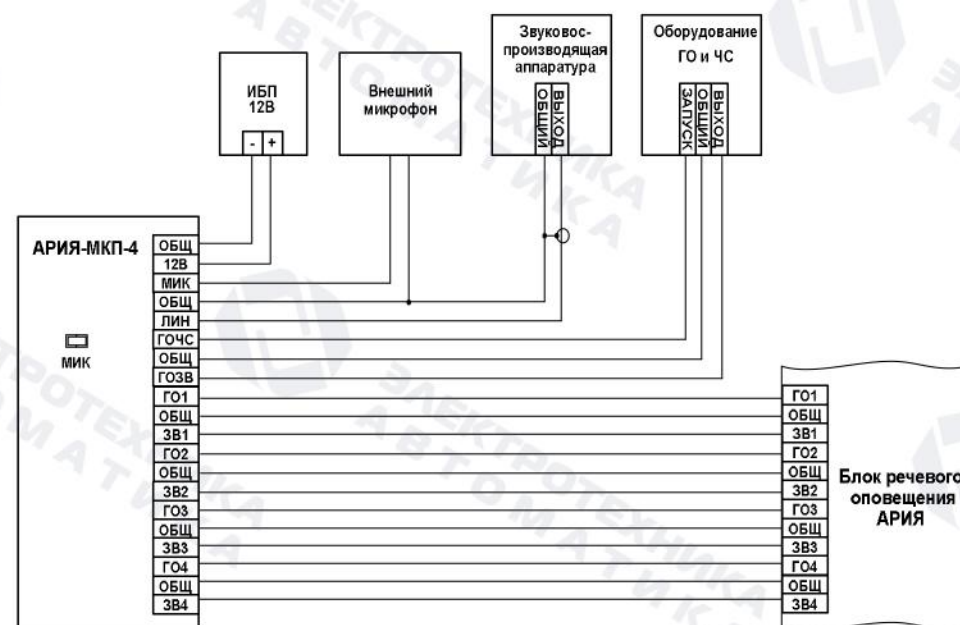

Рис.1. Схема подключения.
- 3.2. Подключение изделия должно выполняться в соответствии со схемой (рис.1.).
Для подключения внешнего электретьного микрофона предусмотрены контакты «МИК» и «ОБЩ». При подключении внешнего микрофона необходимо отсоединить разъем «МИК» для отключения встроенного микрофона. (см.рис.1).